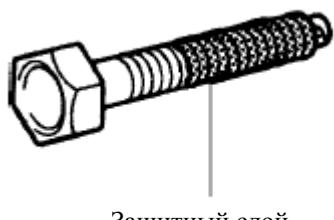

рис.7
- d. Детали с повторно нанесенным защитным слоем не должны подвергаться нагрузкам для увеличения их срока службы в соответствии с требованиями, указанными для защитного слоя. (рис.7)